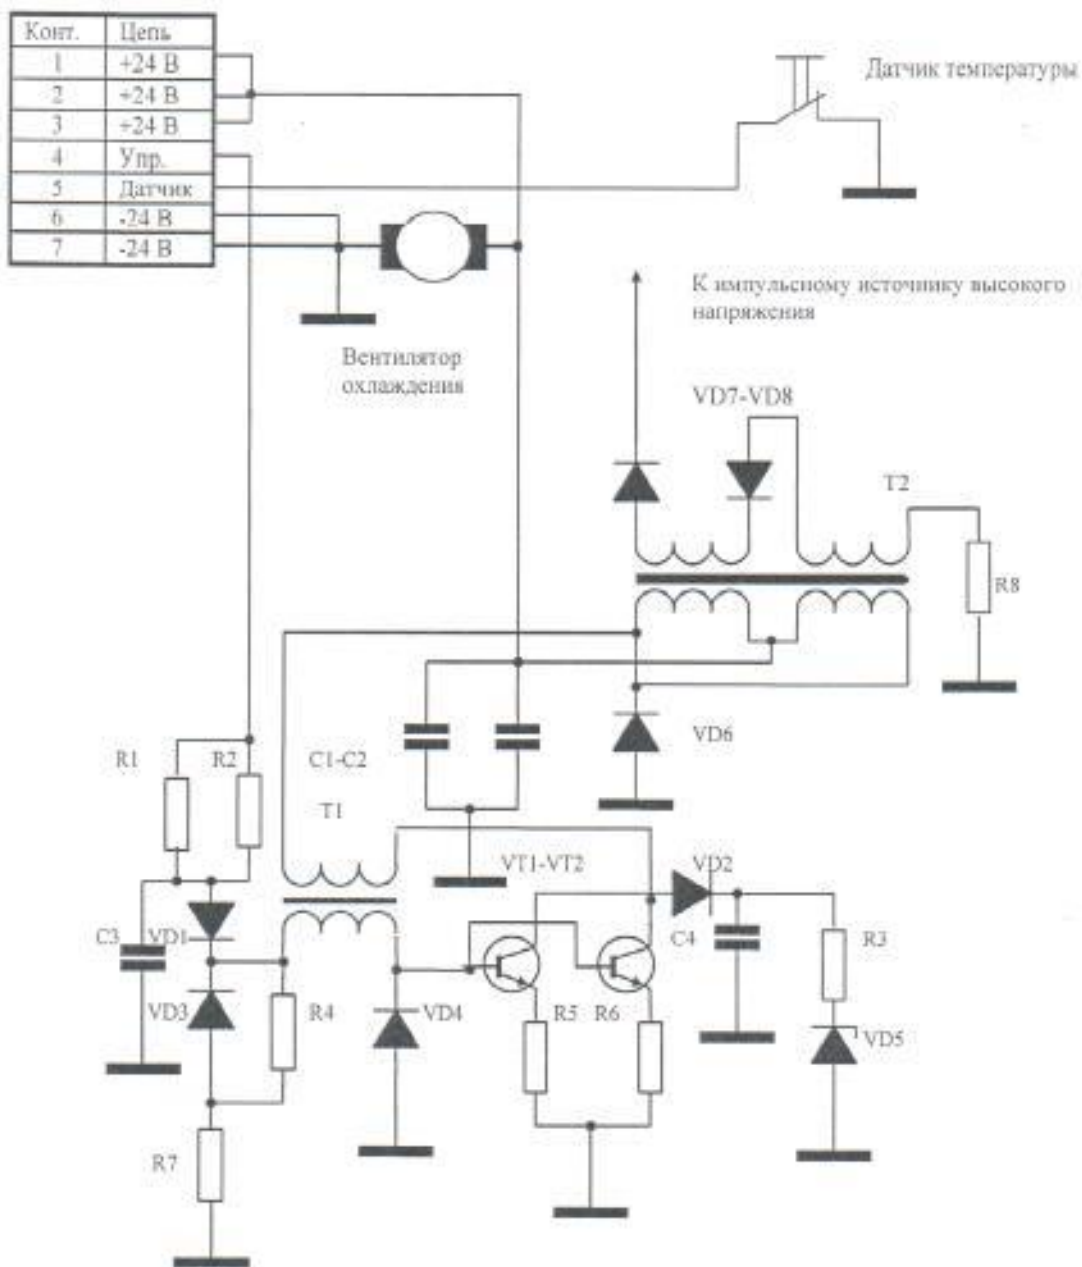

Рис.3
5.1.1. Первичный преобразователь напряжения предназначен для преобразования напряжения питания, поступающего с пульта управления в высокое напряжение (10кВ) постоянного тока. Принципиальная схема первичного преобразователя напряжения представлена на рис.3. Напряжение питания 24В, формируемое в пульте управления, поступает в моноблок через контакты 1-3 (+) и 6,7 (-) разъема X1. Управление излучением аппарата осуществляется подачей управляющего сигнала на контакт 4 разъема X1. При наличии на этом контакте сигнала высокого уровня преобразователь напряжения на транзисторах VT1, VT2 переходит из режима ожидания в режим автогенерации. Высокое напряжение, возникающее при этом на вторичных
После разряда емкостей C1, C2 процесс повторяется до тех пор, пока не будет снят сигнал управления с контакта 4 разъема X1 (рис.3).
Световая индикация наличия рентгеновского излучения осуществляется с помощью выносной лампы. Выносная лампа выдает мигающий световой сигнал, когда на контакт 4 разъема X1 (рис.3) подан сигнал разрешения рентгеновского излучения.